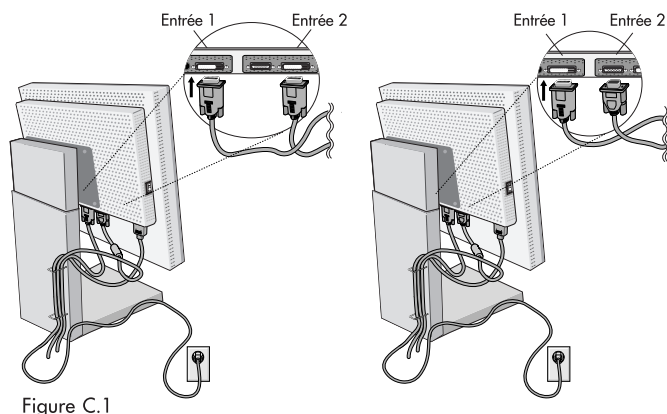

Figure C.1
3. Connectez le câble signal DVI au connecteur à l'arrière du moniteur. Placez le câble de signal vidéo (**Figure C.1**). Connectez uniquement VGA ou DVI à l'entrée 2.
4. Connectez une extrémité du cordon d'alimentation à l'arrière du moniteur et l'autre à la prise de courant (**Figure C.1**).